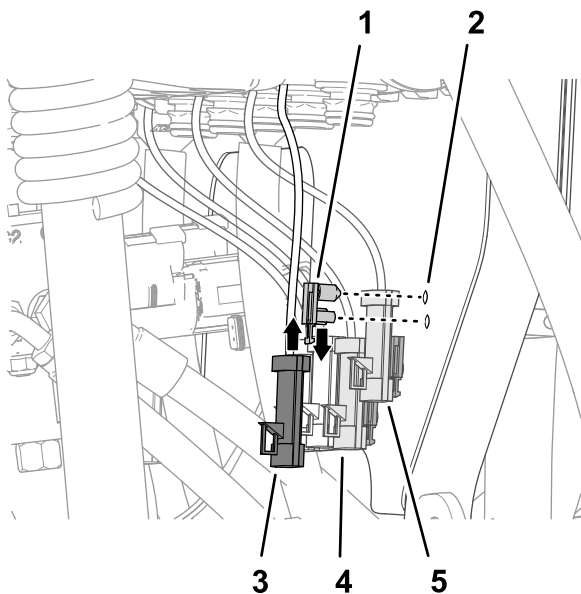

Figura 113
1. Inserte las grapas de anclaje de los conectores en los orificios del soporte de las válvulas (Figura 113).